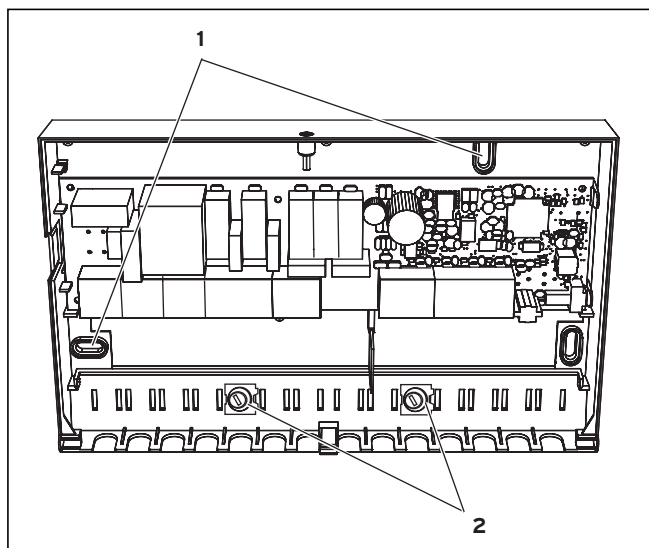

Рис. 5.2 Монтаж смесительного модуля VR 61
- ⇒ Закрепите все провода в VR 61 прилагающимися зажимами для кабелей (см. рис. 5.2).